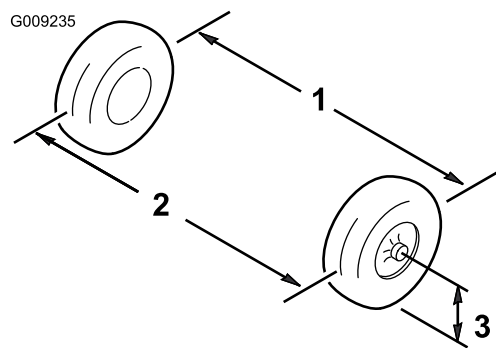

Figura 46
1. Măsurați distanța ambelor anvelope frontale la înălțimea osiei, atât în partea din față, cât și cea din spate a anvelopelor frontale (Figura 46).